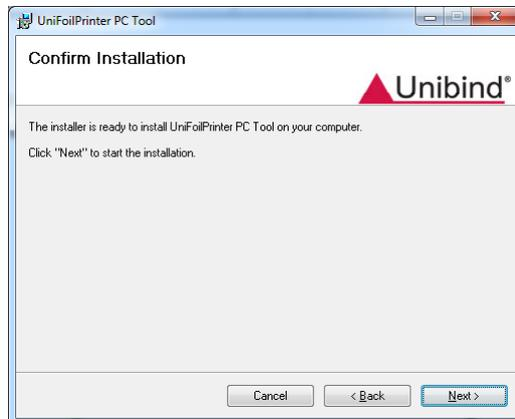

Figure 13: Ecran de confirmation d'installation
- Vous pouvez revenir en arrière si l'une des options que vous avez choisies ne vous convient pas en cliquant sur le bouton "Back" (figure 13). Après cela, cliquez sur le bouton « Next » pour confirmer les options et démarrer le processus d'installation.